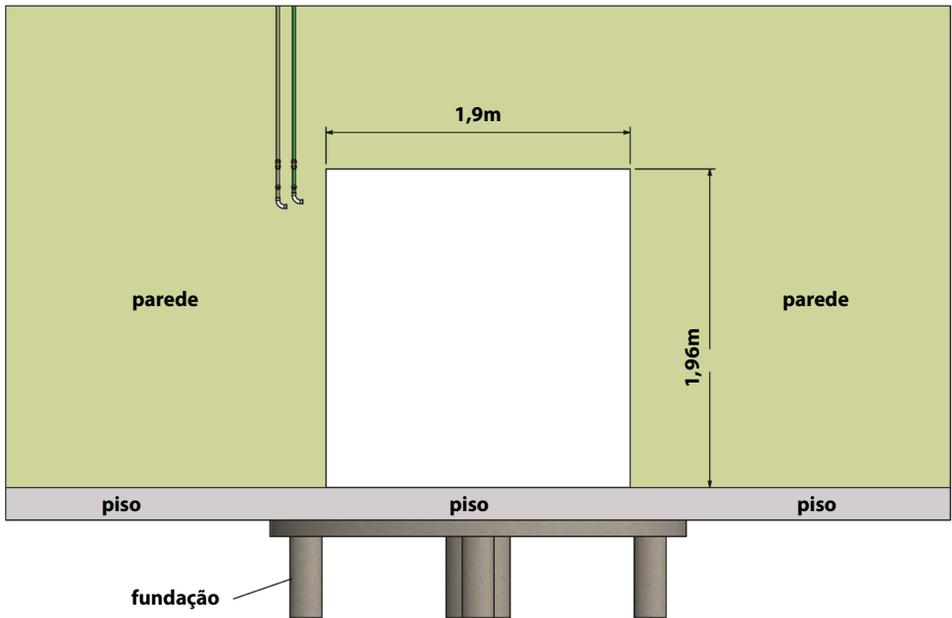

Fig. 3 - vista frontal interna da construção civil
- Para passagem do abrigo através da parede é necessário construir um vão, conforme a **Fig. 3**